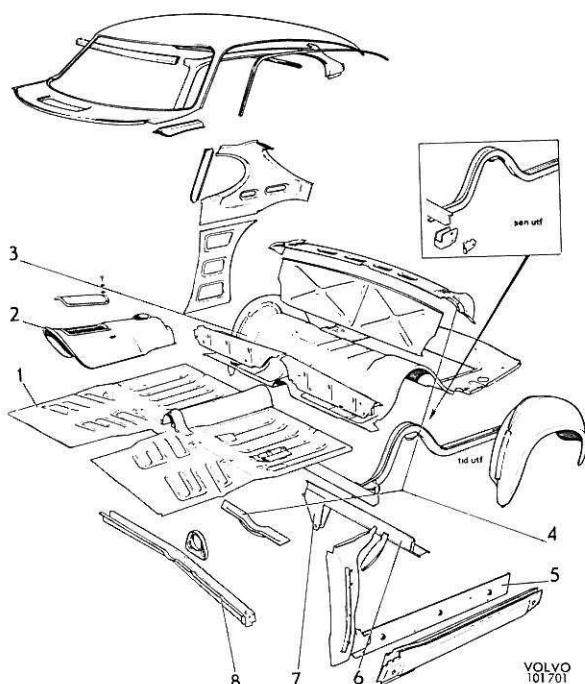
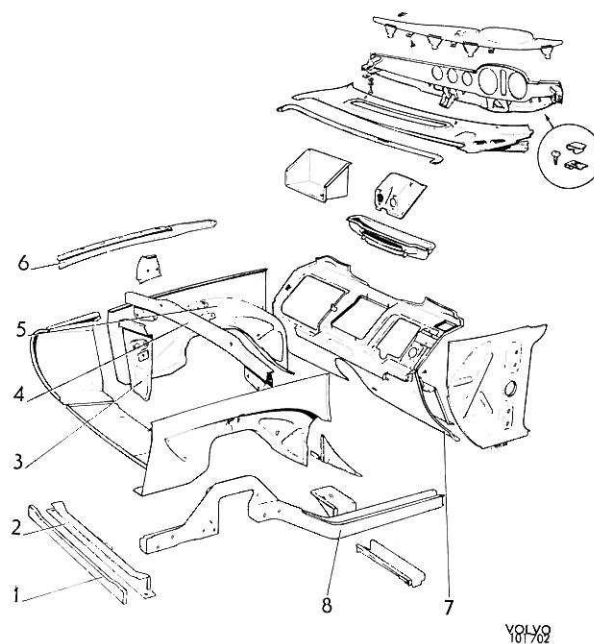

Figure 1. Plancher
Figure 2. Partie auvent
Le cadre plancher (figure 1) se compose des tôles de plancher avant et arrière (1 et 3), ainsi que des bavolets intérieurs (5), des traverses avant et arrière (8 et 6), du tunnel (2) et de la partie auvent (figure 2). Les tôles de plancher sont soudées l'une à l'autre à l'endroit des bâtis arrière des sièges avant.
fixation (7) pour la barre transversale du pont arrière. Dans la tôle de plancher arrière est pratiquée une ouverture bridée pour la fixation du réservoir d'essence, dont la partie supérieure constitue une partie du plancher dans le coffre à bagages. La partie auvent (figure 2) comprend le tablier (7), les passages de roues (5), la traverse avant supérieure (4) et les panneaux latéraux (3), ainsi que les traverses avant inférieures (1 et 2).